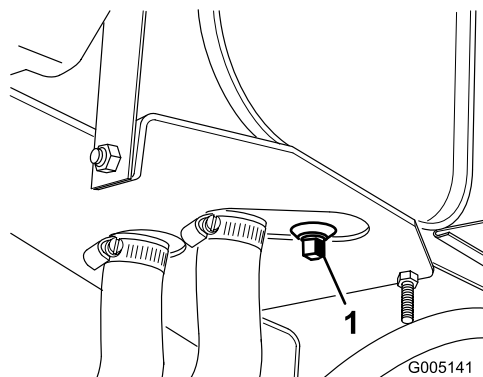

Figura 47
1. Togliete il tappo di spurgo dal serbatoio (Figura 47) e lasciate defluire completamente l'olio idraulico in una bacinella. Reinstallate e serrate il cappelotto una volta defluito l'olio idraulico.